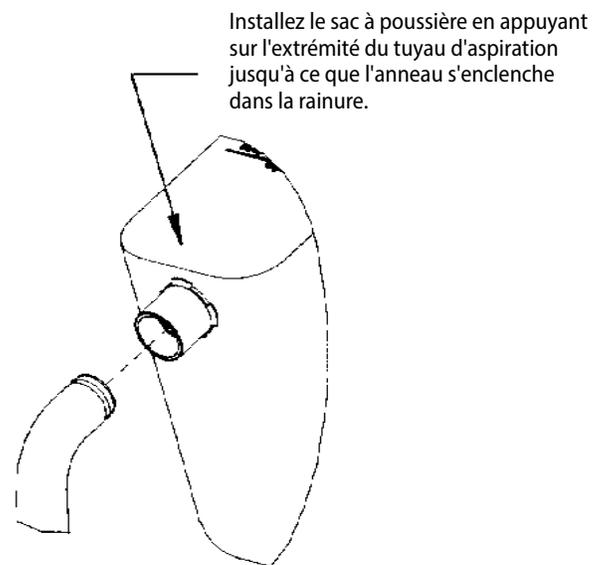

Figure 2
1. Installez le sac à poussière en appuyant sur l'extrémité du tuyau d'aspiration jusqu'à ce que l'anneau s'enclenche dans la rainure (Figure 2). La meilleure façon de procéder consiste en appuyant sur l'arrière de l'ouverture du sac avec la paume de la main.